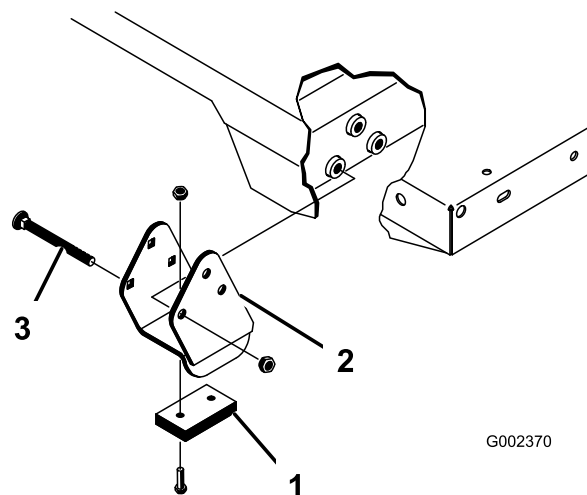

図 37
注 スペーサ・ブラケットとウェア・ブロック(図 37)はキャリッジ・ボルトで固定しますが、このボルトは必ず頭を機械内側に向けてください。
- 荷台を慎重に車両フレームの上に乗せる；後部にある荷台のピボット・プレートの穴とリア・フレーム（チャンネル鋼材）の穴を揃えて、クレビス・ピンとリンチ・ピン（各2個）を取り付ける（図 37）。
- 荷台を下げた状態のまま、各シリンダ・ロッド端部を荷台取り付けプレートのスロットに固定する；クレビス・ピンとリンチ・ピンを使用。クレビス・ピンは荷台の外側から差し込み、リンチ・ピンが荷台の外側に向いているようにする（図 37）。後ろ側のスロットはフルサイズ荷台の取付け用で、前側のスロットは2/3荷台の取付け用。